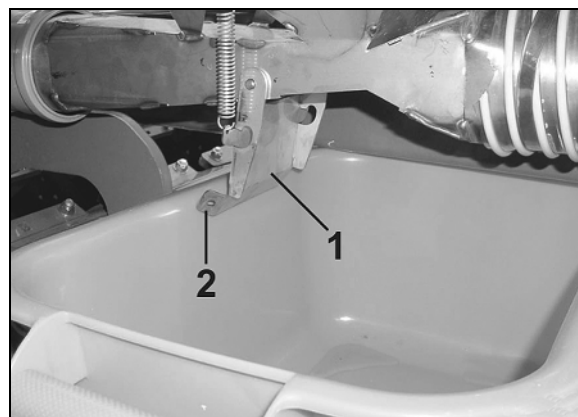

Рис. 94
5. Ослабьте фиксатор (Рис. 94/1) рычага редуктора.
6. Установите указатель рычага редуктора (Рис. 94/2) в одно из следующих положений:
7. Затяните фиксатор (Рис. 94/1).